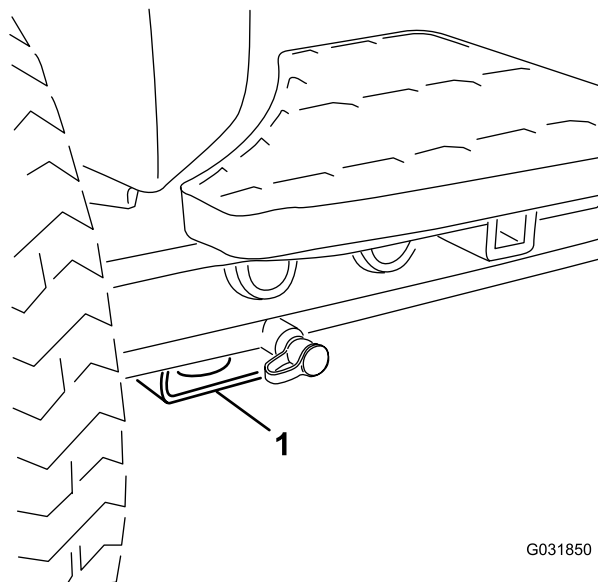

Figura 44
- **Dianteira da máquina** – pastilha retangular, por baixo do tubo do eixo, dentro de cada pneu dianteiro (Figura 44).